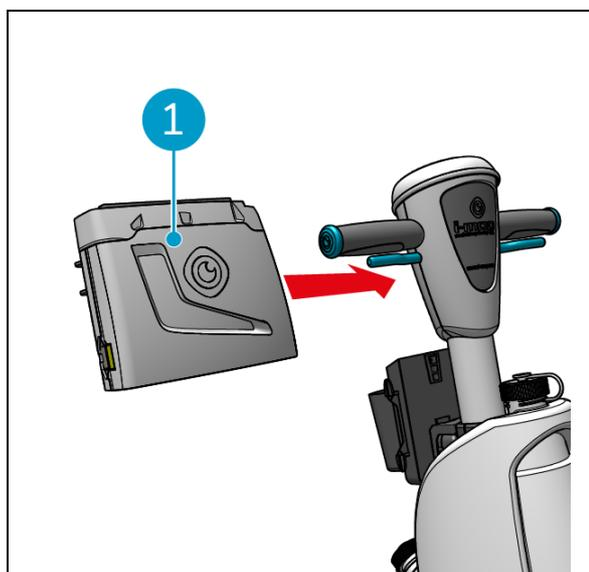

Figura 18
1. Faça deslizar o controlador do punho (Figura 18, pos. 1) na pega da i- mop XL.